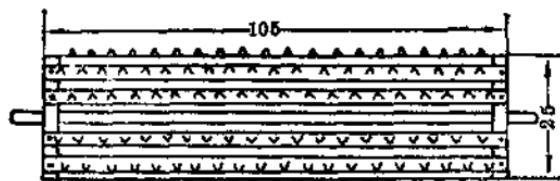

图 4
2. 滚筒：用  $25 \times 25 \times 4$  [毫米]3 的木板二块根据木板大小用圆规作圆锯下，圆心处各钻一个小孔（两块迭在一起钻，以便对称）以备装轴（图 3）。再将  $3 \times 3 \times 105$  [毫米]3 木条 10 条，用小元钉或大头针钉在两块直径 25 毫米的圆板四周（图 4），做成滚筒。将大头针用尖嘴钳轧掉大头针的圆头后，磨尖，然后再把它弯成  $\wedge$  形，钉在每根木条上，每根木条约钉十五只左右，每只间隔尽量相等，并要求行与行之间单双数交叉排列。